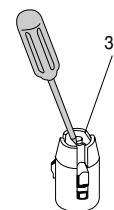

Fig. 20
- Dégager le ténon d'arrêt des plateaux porte-bobines (Pos. 35, Fig. 20) puis enlever les plateaux porte-bobines.